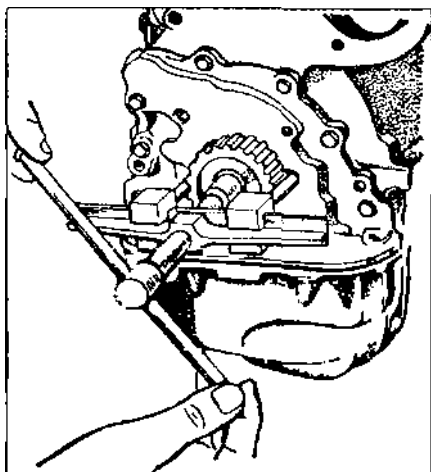

Рис. 2.24.7. Снятие ведущего шкива коленчатого вала съёмником М9832-377.
3. Отвернуть два установочных болта и еще два болта, снять внутренний кожух плоскозубчатого ремня. Съёмником М9832-377 снять ведущий шкив коленчатого вала (рис. 2.24.7).